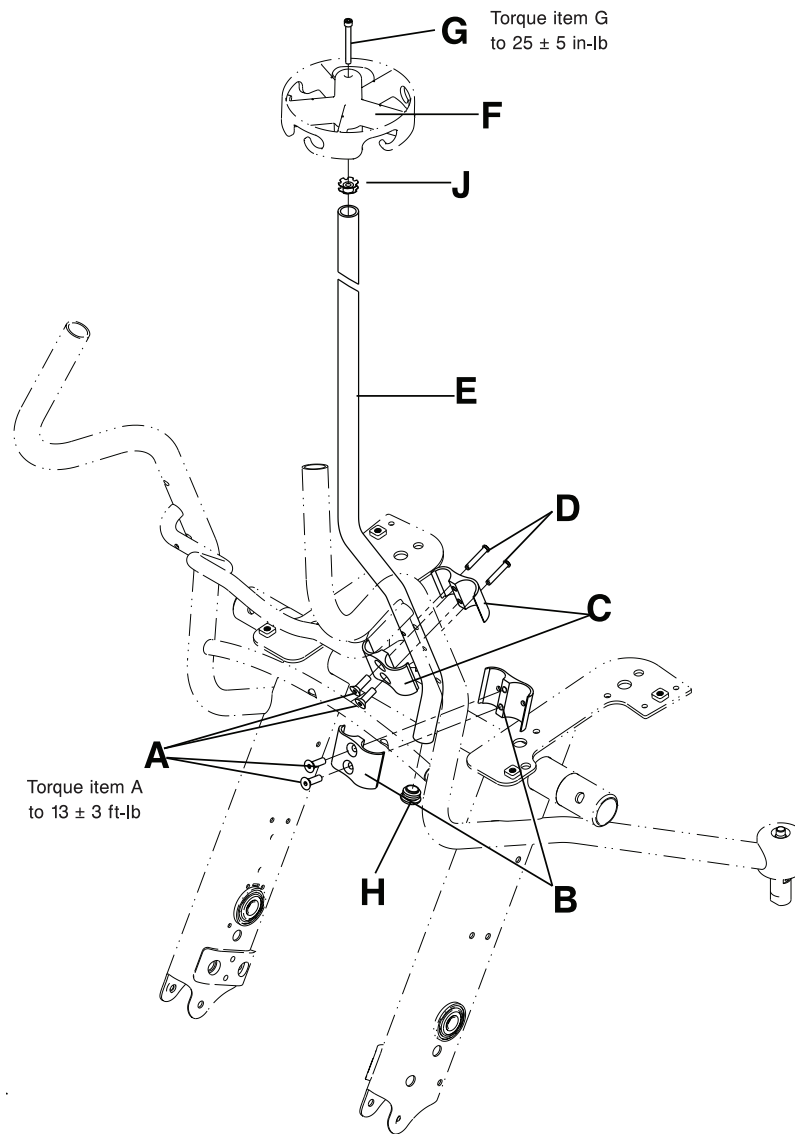

Abbildung 3-31: Austausch des Infusionsständers
2. Mit einem 3/16-Zoll-Sechskantschlüssel die Zylinderkopf-Innensechskantschraube (G) aus dem Zentrum des Infusionsständeraufsatzes (F) entfernen (Abbildung 3-31 auf Seite 3-52). Die Schraube aufheben.
3. Den Infusionsständeraufsatz (F) (Abbildung 3-31 auf Seite 3-52) durch Klopfen und Hochdrücken abnehmen. Den Infusionsständeraufsatz aufheben.
4. Mit einem kleinen Schlitzschraubendreher den Rohrstopfen (H) aus dem unteren Ende des Infusionsständers (E) entfernen (Abbildung 3-31 auf Seite 3-52). Den Rohrstopfen aufheben.
5. Mit einem 3/16-Zoll-Sechskantschlüssel die beiden Senkkopf-Innensechskantschrauben (A) entfernen, sodass die unteren Infusionsständerklemmen (B) vom Stuhlrahmen abgenommen werden können (Abbildung 3-31 auf Seite 3-52). Die Schrauben und Klemmen aufheben.
6. Mit einem 3/16-Zoll-Sechskantschlüssel die beiden Senkkopf-Innensechskantschrauben (A) entfernen, mit denen die oberen Infusionsständerklemmen (C) am Stuhlrahmen befestigt sind. Die Gelenkbolzen (D) und Klemmen (C) entfernen. Schrauben, Gelenkbolzen und Klemmen aufheben. Den Infusionsständer (E) entsorgen (Abbildung 3-31 auf Seite 3-52).
2. Die mitgelieferte Schirmmutter (0018-045-000) (J) in das obere Ende des Infusionsständers (E) einführen (Abbildung 3-31 auf Seite 3-52). Die Oberkante der Schirmmutter sollte ca. 12,7 mm Abstand vom oberen Ende des Infusionsständers haben.
3. Den mitgelieferten Rohrstopfen (0037-225-000) (H) in die Unterseite des Infusionsständers (E) einführen (Abbildung 3-31 auf Seite 3-52).
4. Den Infusionsständeraufsatz (F) auf den Infusionsständer (E) setzen und durch leichtes Klopfen mit der Handfläche eintreiben, bis er vollständig auf dem Infusionsständer (E) aufsitzt (Abbildung 3-31 auf Seite 3-52).
5. Mit einem 3/16-Zoll-Sechskantschlüssel die mitgelieferte Zylinderkopf-Innensechskantschraube (0004-672-000) (G) zur Befestigung des Infusionsständeraufsatzes am Ständer installieren. Die Schraube mit einem Drehmomentschlüssel mit 3/8-Zoll-Antrieb (in-lb) auf  $25 \pm 5$  in-lb ( $2,8 \pm 0,6$  Nm) festziehen.
7. Die mitgelieferten Gelenkbolzen (0026-349-000) (D) in die Vorderseite der mitgelieferten oberen Infusionsständerklemme (die in Schritt 6 entfernt wurde) einführen.